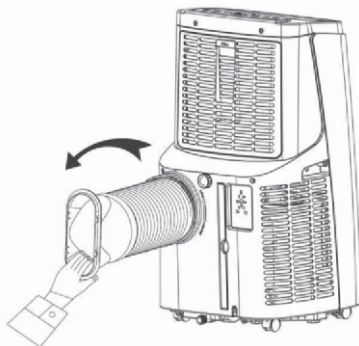

Bild 1
Installera värmeslangen (enligt bild 1)
2. sätt in värmeslangen (ändan på utblåsslangen) på panelens baksida utloppsöppning (tryck till vänster) och montera klart (som visas i bild 1).